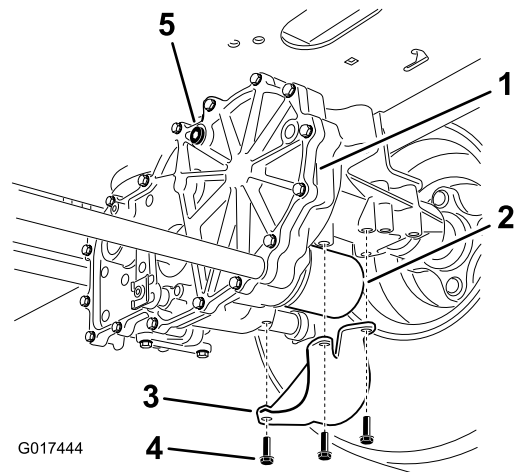

Figura 66
2. Localice el filtro y los protectores de cada sistema de tracción del transeje (Figura 66). Retire los tres tornillos que sujetan el protector del filtro, y retire el protector.